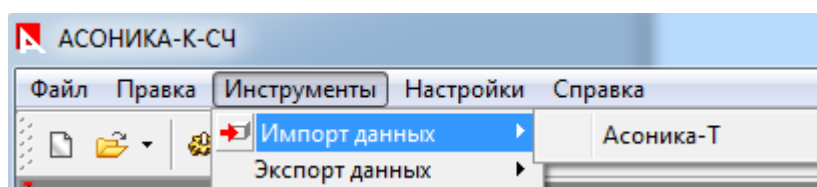

Рис. 3.47. Подключение данных подсистемы АСОНИКА-Т
- В появившемся меню (см. рис. 3.47) выберите пункт «АСОНИКА-Т».